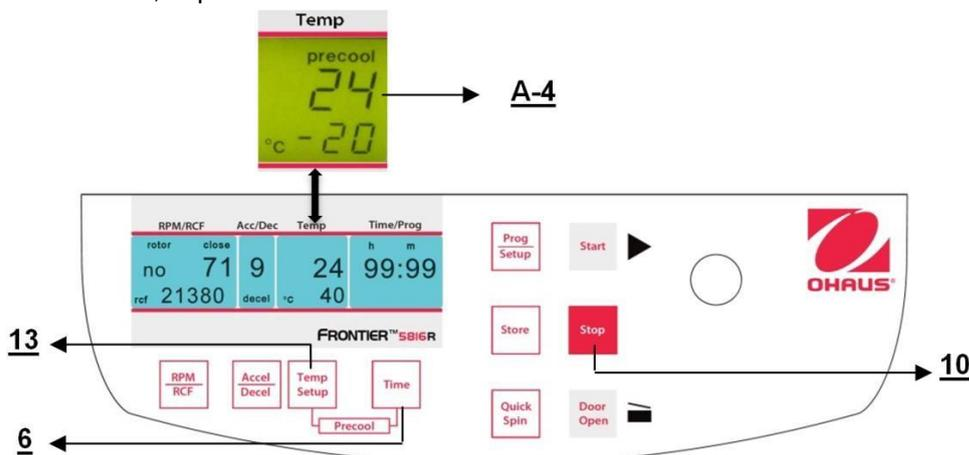

Figure. 23
Si les échantillons sont sensibles à la température, il est utile de pré-refroidir la centrifugeuse, le rotor et finalement les godets à la température requise de fonctionnement. Pour ce faire, insérer le rotor retenu et prédéfinir la température correspondante. En appuyant simultanément sur les touches "Temp/Setup" (13) (voir la figure 23) et "Time" (6), l'utilisateur démarrera une centrifugation. Pendant le fonctionnement, l'unité choisit automatiquement une vitesse de rotation équivalente à 20 % de celle autorisée du rotor inséré. Après avoir atteint la température prédéfinie, il est possible de quitter le pré-refroidissement avec la touche "Stop" (10). En fonction du rotor inséré, le pré-refroidissement dure environ de 10 à 20 minutes.
Pour adapter les données, appuyer sur la touche **"Store"** (12) (voir les figures 23 et 24) pendant 1 seconde environ. Si le programme est correctement mémorisé, le mot **"StorE"** apparaît sur l'affichage **"RPM/RCF"** (A-1). Ceci aura pour effet de faire disparaître le mot **"programm"** (M10). Aussitôt après avoir libéré la touche **"Store"** (12), le mot "programm xx" (M10) réapparaît avec xx correspondant à l'emplacement du programme choisi. Si tous les numéros de programme sont occupés, l'utilisateur peut choisir un ancien numéro qui n'est plus actuellement utile et y introduire simplement les nouveaux paramètres.